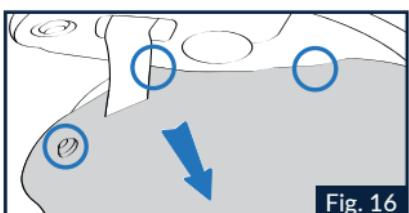

Fig. 16
1.2 Tirare la parte anteriore del guanciale sinistro verso l'interno del casco per sganciarne i tre bottoni posti sul suo retro (Fig. 16).
6.2 Inserire il sottogola nell'apposito passaggio dell'imbottitura del guanciale e premere in corrispondenza dei bottoni posteriori di fissaggio posti sul suo retro per agganciarli alle relative sedi sul guanciale in polistirolo (Fig.16).